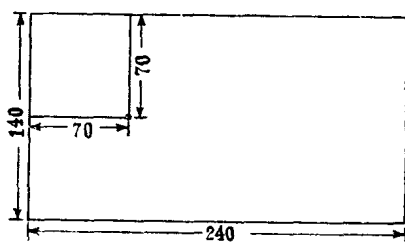

图 1
1. 用木砂皮将木板平面打光，再用烧红的铁棒在木板上离上边和左边各 70 毫米的地方钻一个孔(图 1)。